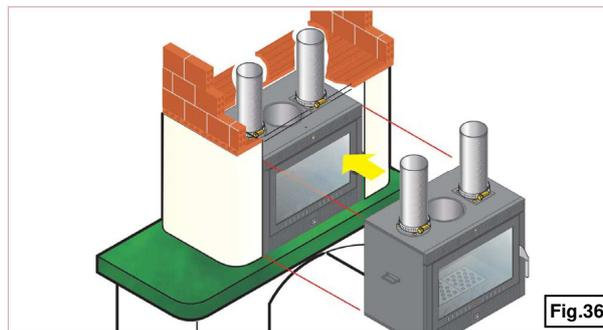

Fig.36
- Inserire il CALORVISION all'interno del vano (fig.36).